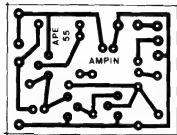

Fig. 2
- **FIG. 2 - LAY OUT DO CIRCUITO IMPRESSO ESPECÍFICO** - A plaquinha, além de pequena, é simples em seu arranjo de ilhas e pistas, de modo que mesmo os principiantes não terão grandes dificuldades em realizá-la, bastando um pouco de atenção e "capricho"... O **lay out**, em tamanho natural (escala 1:1) permite a cópia direta, por carbono, sobre a superfície co-